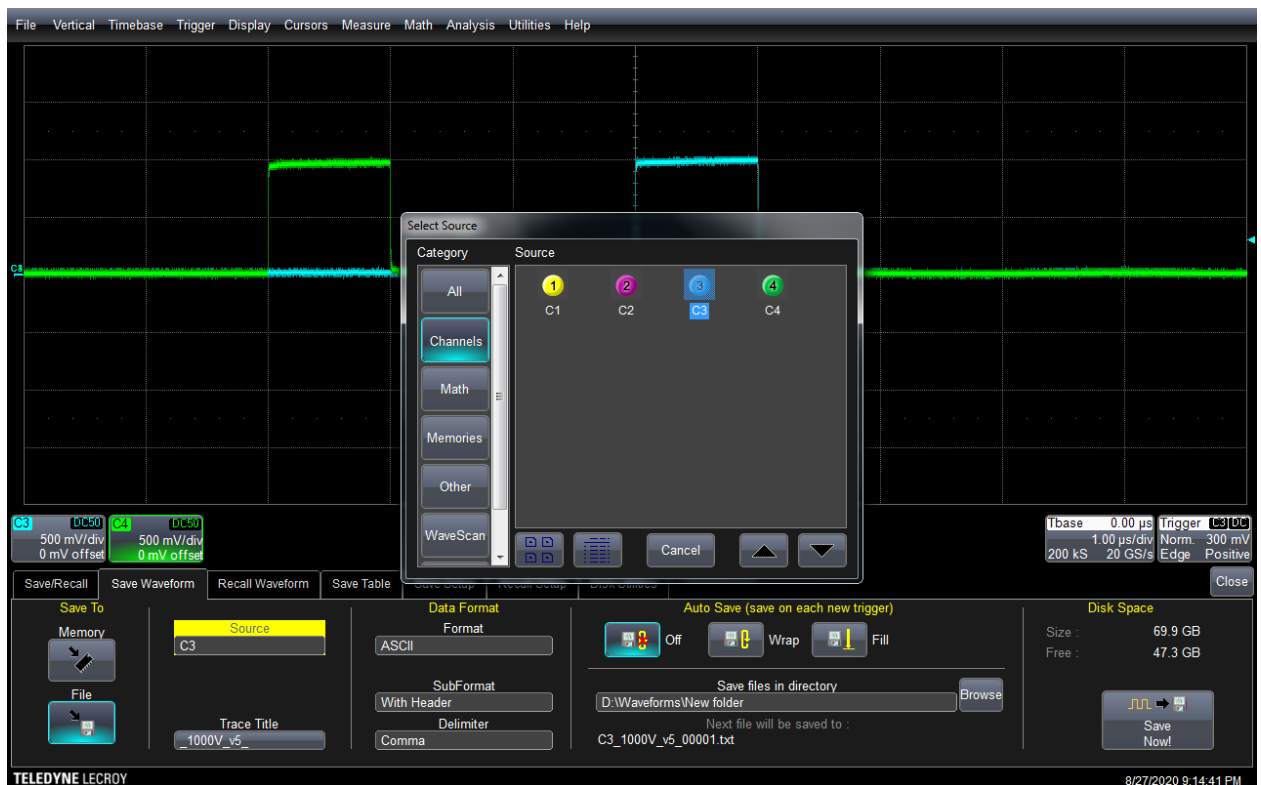

Рис. 4. Работа с осциллографом
3.2. Выбрать источник «С3» (нажать на серое поле под словом “Source”, выбрать категорию “Channels”, выбрать необходимый канал). “С3” – означает «channel 3», т.е. вход №3 осциллографа (Рис. 4).